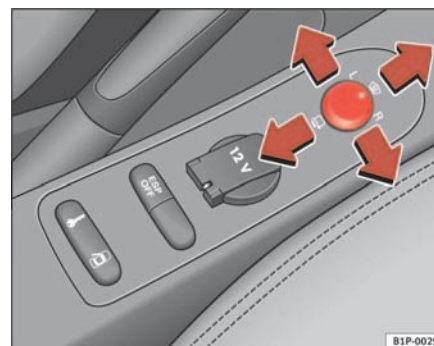

Abb. 87 Drehknopf für Außenspiegeleinstellung
1. Drehen Sie den Drehknopf ⇒ Abb. 87 in Stellung **L (linker Außenspiegel)**.
- Drehen Sie den Drehknopf nach vorne auf die mittlere Stellung ⇒ Seite 127, Abb. 87 , damit die Heizung der Außenspiegel und die Funktion der beheizbaren Windschutzscheibe* im Bereich der Ruhestellung der Wischerblätter einschaltet wird ⇒ Seite 123
- Drehen Sie den Drehknopf ⇒ Seite 127, Abb. 87 in Stellung , um die Außenspiegel anzuklappen. Sie sollten die Außenspiegel immer anklappen, wenn Sie eine automatische Waschanlage durchfahren, um Beschädigungen zu vermeiden.